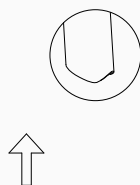

Figura 7.1
7. Direcționați cablul senzorului, montat pe ansamblul tubului vertical (Piesa 04), prin tubul vertical (Piesa 01), apoi conectați cablul la afișajul electronic (Piesa 14), așa cum se arată în Figura 7.1.